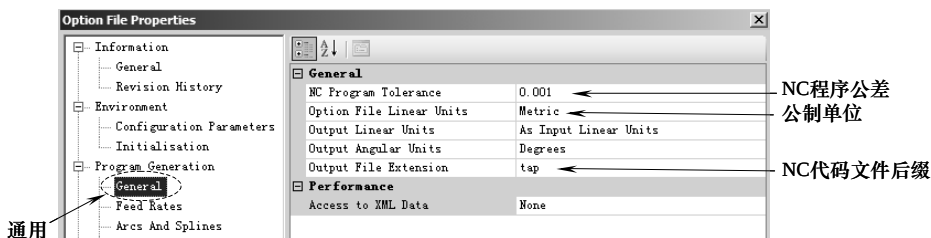

图 9-25 NC 程序生成通用设置
3) Program Generation→General: NC 程序生成通用设置。如图 9-25 所示, 设置后处理计算精度、单位、后处理文件的后缀。